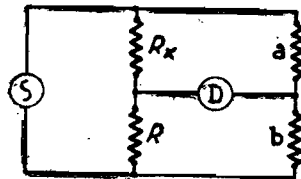

Figure 2
**Pont de Wheatstone.** — Il est utilisé pour la mesure des résistances (fig. 2). Les impédances sont donc des résistances pures. On a :